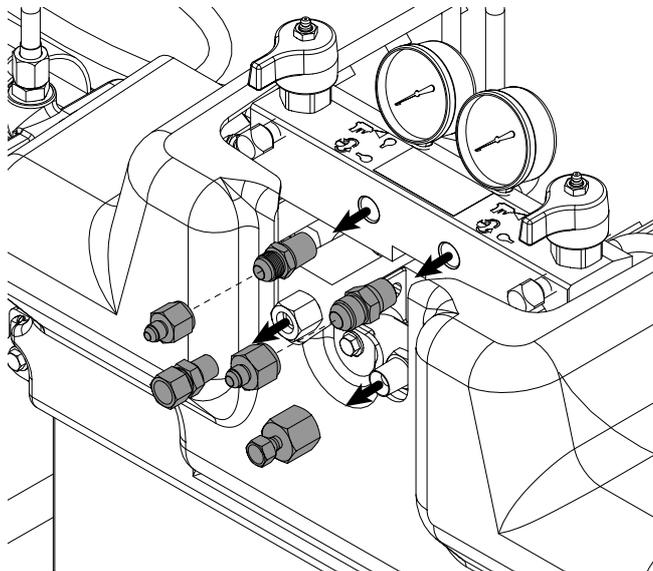

FIG. 9: Retiro de los accesorios del colector de fluido
5. Retire todos los accesorios de las lumbreras de salida en la parte delantera del colector de fluido. Vea la FIG. 9.